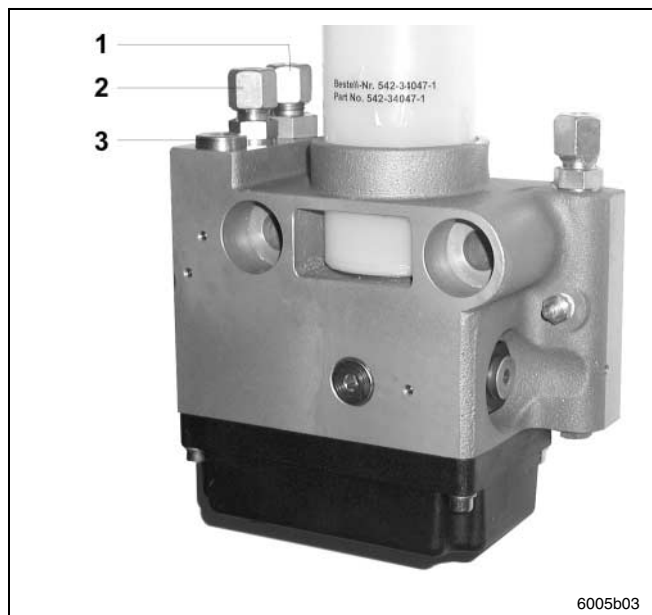

Fig. 2 Raccords d'huile de la pompe HTL 101
- via le raccord de pression P (fig. 2, pos. 1)
- via le raccord de retour (fig. 2, pos. 2) pour aller vers le système hydraulique de l'appareil porteur
Le débit de l'huile hydraulique peut être modifié au moyen du restricteur (fig. 2, pos. 3) réglable, ce qui entraîne également le réglage du débit de la pompe. Le restricteur est muni d'un indexage. Huit pas de l'index correspondent à une rotation.
- ➔ Ouvrez le capuchon du restricteur (fig. 2, pos. 3)
Pour régler le restricteur, arrêter le système hydraulique. Il se peut que le restricteur soit encore sous pression pendant un certain temps après l'arrêt de l'appareil hydraulique. Vérifier en premier que le raccord de pression P (fig. 2, pos. 1) n'est plus sous pression (l'arbre à excentrique ne tourne plus).